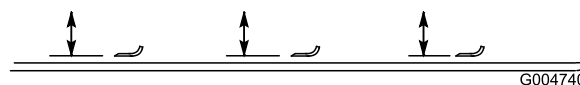

Figura 82
2. Gire la cuchilla hasta que los extremos estén orientados hacia adelante y hacia atrás (Figura 82). Mida desde el interior de la unidad de corte al filo de corte en la parte delantera de la cuchilla. Anote esta dimensión.